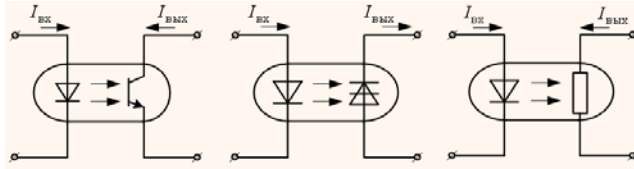

Рис. 3
3. Оптроны, виды, комплектность, применение (рис. 3)